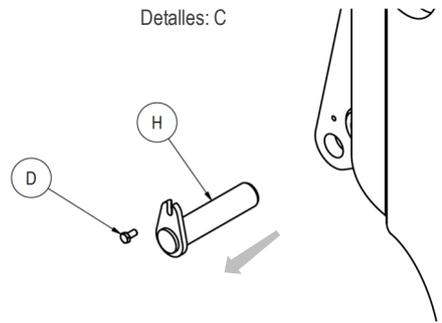

Figura 4
5. Con la llave correspondiente, desenroscar el tornillo «D» y extraer el perno «B» como se indica en el detalle B y E Figura 4. En el detalle se indica el perno de fijación de la estructura abatible a la estructura fija;